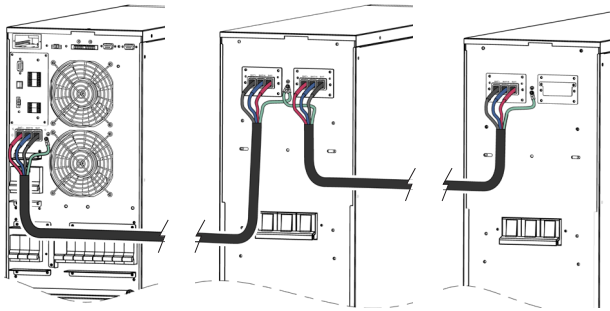

Fig. 31. Connexion entre l'onduleur et une ou plusieurs armoires de batteries.
### 5.2.4. Connexion des terminaux de batteries à ceux du module de batteries (Fig. 31).
- L'armoire de batteries est reliée à l'onduleur à l'aide du tuyau de câbles fourni avec chaque armoire de batteries, en connectant une extrémité aux terminaux de l'onduleur et l'autre aux terminaux du module du batteries, en respectant la polarité indiquée sur l'étiquetage de chaque élément et dans ce mode d'emploi. La connexion doit respecter la couleur de câbles : une couleur de positif de l'onduleur au positif de l'armoire de batteries ; une autre couleur de négatif de l'onduleur au négatif des batteries ; une couleur de neutre de l'onduleur à la prise moyenne de batteries (N). Utiliser un câble vert-jaune pour interconnecter les prises de terre, voir Fig. 31. Les Fig. 1, Fig. 3 et Fig. 4 illustrent plus en détail les connecteurs de batteries et leur terre respective.
- Pour les autonomies étendues comprenant **plusieurs modules ou armoires de batteries**, la connexion sera toujours en parallèle entre eux et l'équipement (voir Fig. 31). En d'autres termes, un câble d'une même couleur, du négatif de l'onduleur au négatif de la première armoire de batteries et de celle-ci au négatif de la seconde armoire, et ainsi de suite. Il en sera de même pour la connexion du câble de positif, le câble de la prise moyenne (N) et le câble vert-jaune de prise de terre.